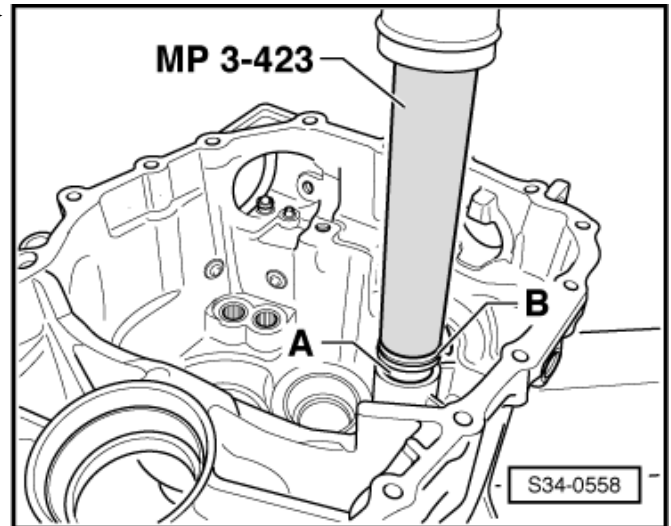

Abb. 15: Lagerbuchse für Schaltwelle ausziehen ►
- ☐ ausziehen ⇒ Abb. 15 in **34-7** Seite 7